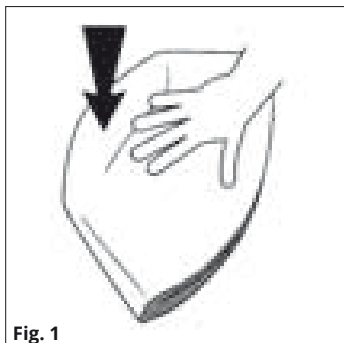

Fig. 1
- Arrotolare il coprifaretto conico (Fig. 1) ed assicurarsi che il cablaggio sia stato inserito attraverso una delle aperture presenti.
- Appiattare e piegare la copertura a metà e ripiegarla su se stessa (Fig. 1 - 2).
- Praticare un foro nella copertura per permettere il passaggio del cavo elettrico (Fig. 1).